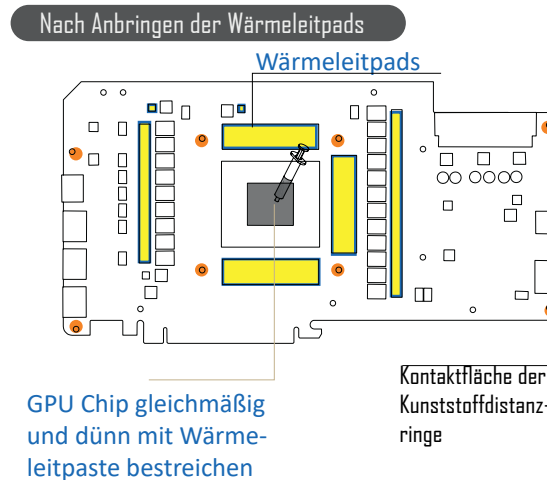

Abb. 2
6. Bringen Sie die Wärmeleitpaste in einer **dünnen und gleichmäßigen** Schicht auf die gesamte Fläche des GPU Chips auf (grau markiert in Abb. 2). Bringen Sie dann die Wärmeleitpads auf die vorgesehenen Flächen auf (gelb markiert in Abb. 2).
Die Kunststoffdistanzringe werden auf der Rückseite des Wasserblocks auf die vormontierten Schrauben der Acrylplatte des Wasserblocks gesteckt. Sie sichern den optimalen Abstand zwischen dem Wasserblock und der Grafikkarte und sollten auf die orange markierten Stellen (Seite 4 Abb. 2) der Grafikkarte treffen.